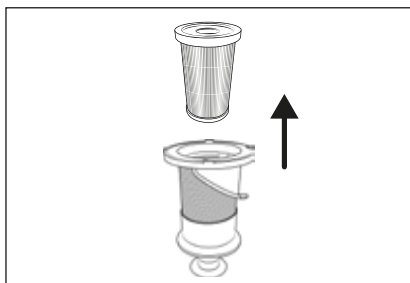

Fig. 19
- 4) Rimuovere il filtro HEPA **4** dal filtro in acciaio inox **5** afferrando il filtro HEPA **4** dall'apertura e tirandolo fuori dal filtro in acciaio inox **5** (vedere fig. 19).